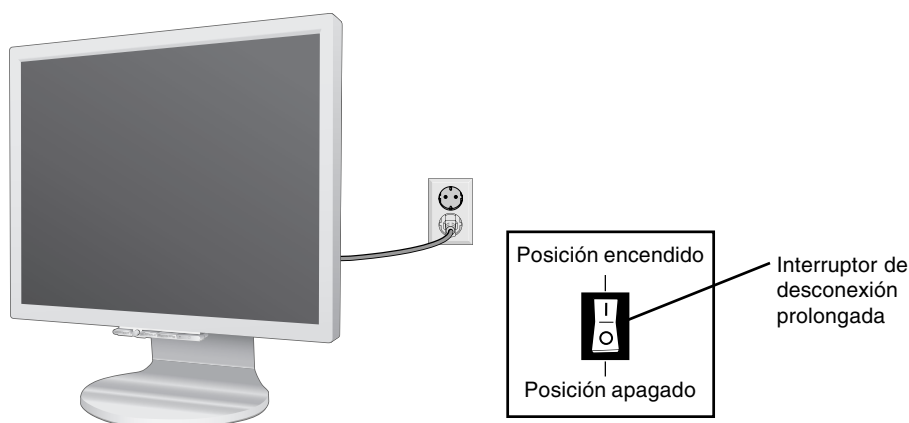

Figura D.1
10. Conecte el cable de alimentación a la toma de corriente (**figura D.1**).
11. El interruptor de desconexión prolongada que hay en la parte trasera del monitor debe estar encendido (**figura D.1**). Encienda el monitor con el botón de encendido frontal y ponga en marcha el ordenador.